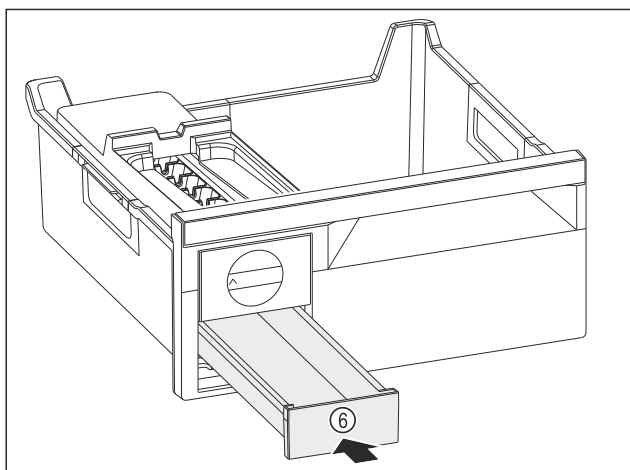

Fig. 101
- Zásuvku na kostky ledu Fig. 101 (6) zasuněte.